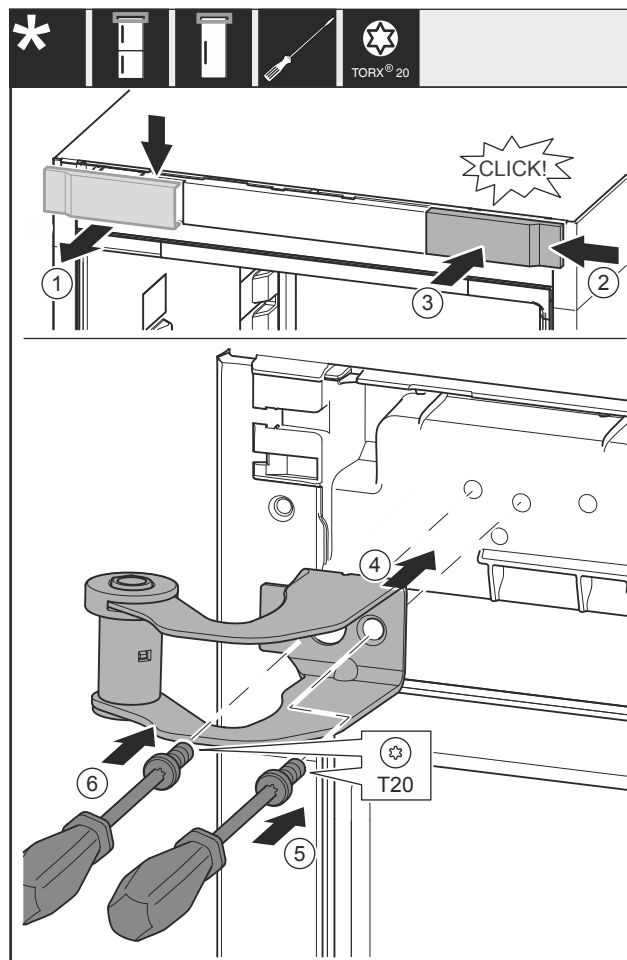

Fig. 22
- Skinite poklopac Fig. 22 (1) odozgo prema naprijed.
- Zakvačite poklopac Fig. 22 (2) okrenut za 180° na drugoj strani zdesna.
- Pustite da se poklopac Fig. 22 (3) uglavi.
- Postavite gornji podložak ležaja Fig. 22 (4).
- Pritegnite vijak Fig. 22 (5).
- Pritegnite vijak Fig. 22 (6).